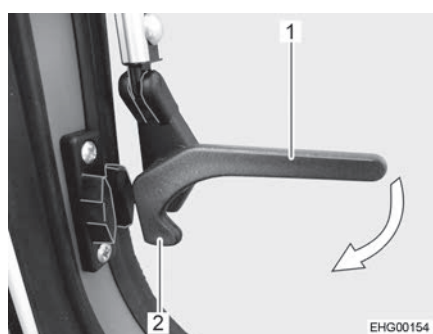

Fig. 40 Leva di serraggio, laterale (posizione "Aperto")
- Ruotare la leva di serraggio laterale (Fig. 40,1) di un quarto di giro verso il telaio della finestra, finché il nasello di chiusura (Fig. 40,2) si innesta.